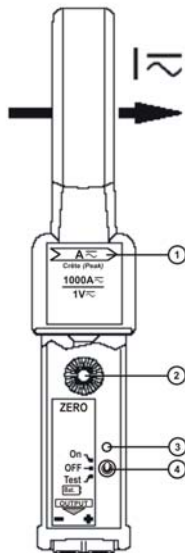

Fig.1:
4. Öffnen Sie die Stromzangenbacken und legen Sie den zu überprüfenden Leiter in die Mitte der Zangenbacken. Die Zangenbacken müssen komplett geschlossen sein. Der Richtungspfeil auf der Stromzange muss in die Stromflussrichtung zeigen. (siehe Fig1)